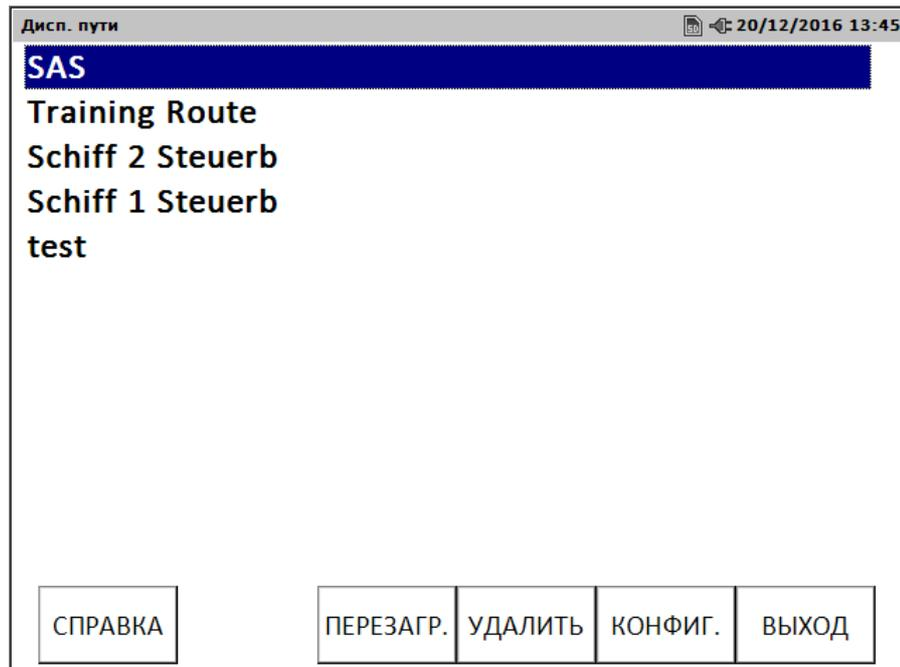

Рис. 23 : Диспетчер маршрутов
- ❑ Запустить затем на измерительном приборе (устройстве) модуль DATA COLLECTOR (сборщик данных). Отобразятся все переданные на измерительный прибор (устройство) маршруты (Рис. 23).